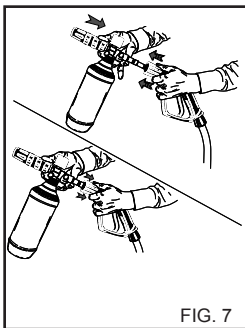

FIG. 7
2) Togliere la prolunga dall'impugnatura e inserire il kit spruzzatore detergente (fig. 7), azionare l'idropulitrice e cospargere la superficie da lavare agendo dal basso verso l'alto.